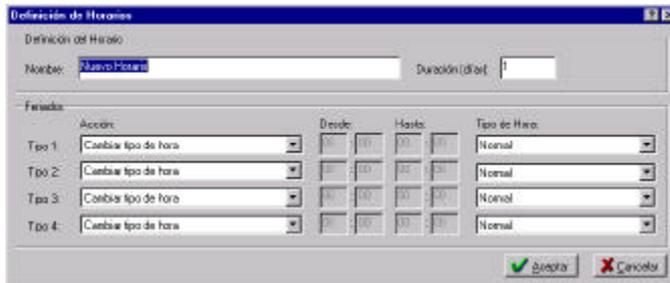

Figura 3.4. Ventana de edición de horarios.
Presionando el botón de creación de horarios, aparecerá la pantalla que permitirá definir sus propiedades (figura 3.4).
Cada horario permite seleccionar una acción diferente a ser realizada por el proceso (ver sección 5 para más información sobre el proceso) frente a cada tipo de feriado. La figura 3.4 (sección 3) muestra la ventana de edición de horarios (notar que cada horario puede tener diferentes acciones asociadas para los feriados). Allí hay 4 listas desplegables (una por cada tipo de feriado), en las que se listan las acciones posibles. Éstas serán:
en la figura 3.4, se puede apreciar que hay una de estas listas por cada tipo de feriado-).
- **Cambiar horario tipo de hora:** En los feriados con esta acción asociada no sólo se considerarán las horas trabajadas con el valor horario que se seleccione, sino que el horario que les correspondería es reemplazado por un horario nuevo. Este horario “especial” tiene la limitación de que debe ser corrido o, dicho de otro modo, debe constar de una sólo banda. El mismo se define con una hora de comienzo y una hora final, en la ventana de edición de horarios (figura 3.4). Cabe resaltar, que sólo son reemplazadas aquellas bandas que *comiencen* en el feriado afectado. Por lo tanto, bandas que crucen un feriado (por ejemplo en turnos de más de 24 hs., donde la persona ingresa el día anterior al feriado y sale el día siguiente) no serán reemplazadas por el nuevo horario definido. Además, si una banda comienza en el feriado en cuestión, pero termina al día siguiente, toda la banda será reemplazada por el nuevo horario, pero este nuevo horario sólo puede afectar al feriado, por lo que las horas del día siguiente pertenecientes a la banda a reemplazar no serán computadas como laborables.